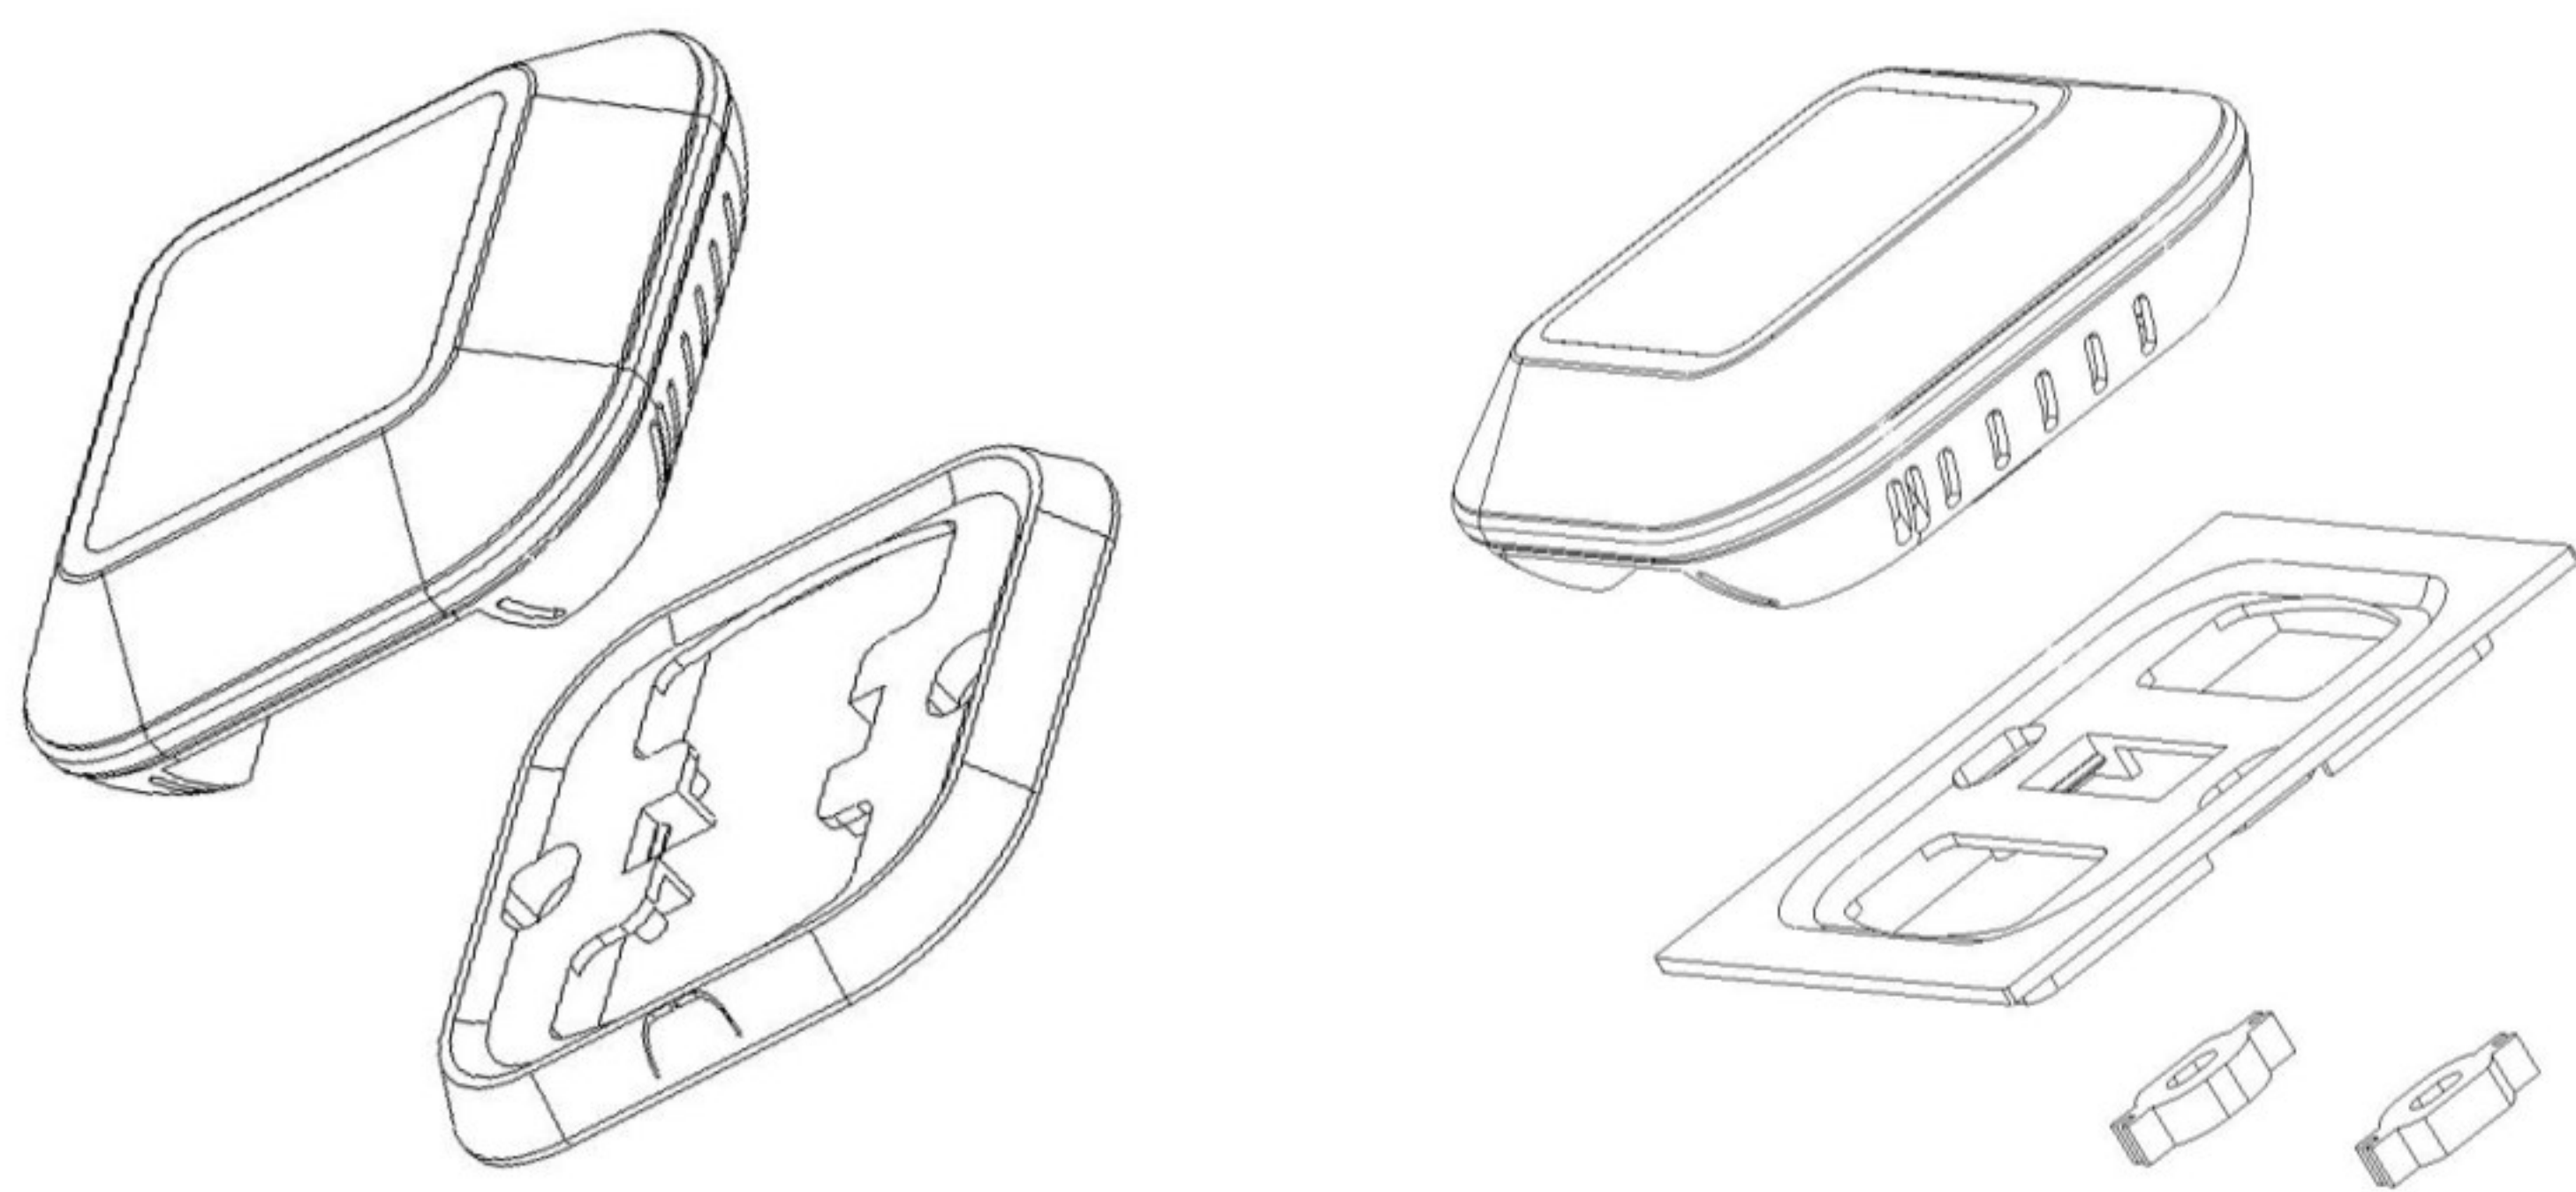

图 8
8. 4、线路连接好后，按照图 8 所示，将设备安装在底盘上即可。